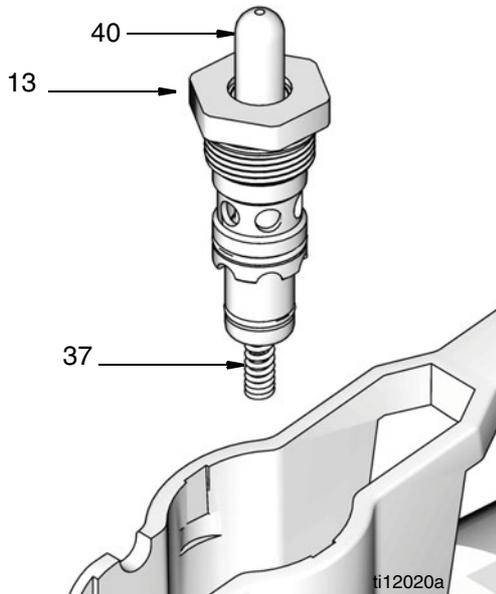

FIG. 16
11. Extraiga el conjunto completo: válvula de cartucho (13), vástago de la válvula (40) y resorte (37) (FIG. 16).